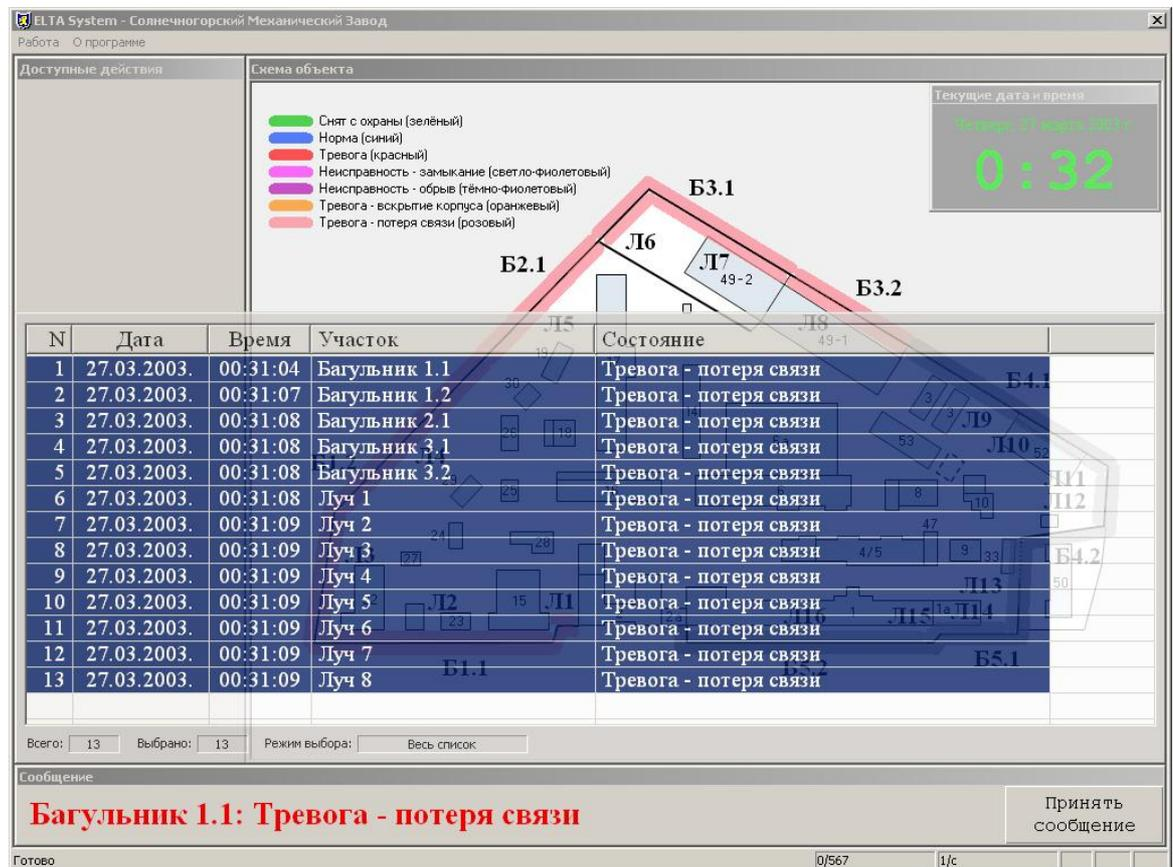

Рис.2.8
2.5.3. Для отображения списка тревожных сообщений предусмотрен режим раздвижки окна тревожных сообщений. Для этого подведите курсор мышки к верхнему краю окна тревожных сообщений. При этом появится обоюдоострая стрелка. Нажмите левую клавишу мышки, и, не отпуская нажатую клавишу «потяните» верхний край окна тревожных сообщений вверх по экрану. Дополнительное окно в виде таблицы появится над окном с транспарантом (рис.2.8). При 20 и более сообщениях справа в расширенном окне появляется полоса прокрутки для удобства выбора сообщений.
- № (весь список) - при выборе этого режима выбираются все сообщения без исключения (показано на рис. 2.8 синим цветом). После выбора при нажатии на кнопку «Принять сообщение» все сообщения будут приняты и расширенное окно закроется после подтверждения выполнения этой операции.